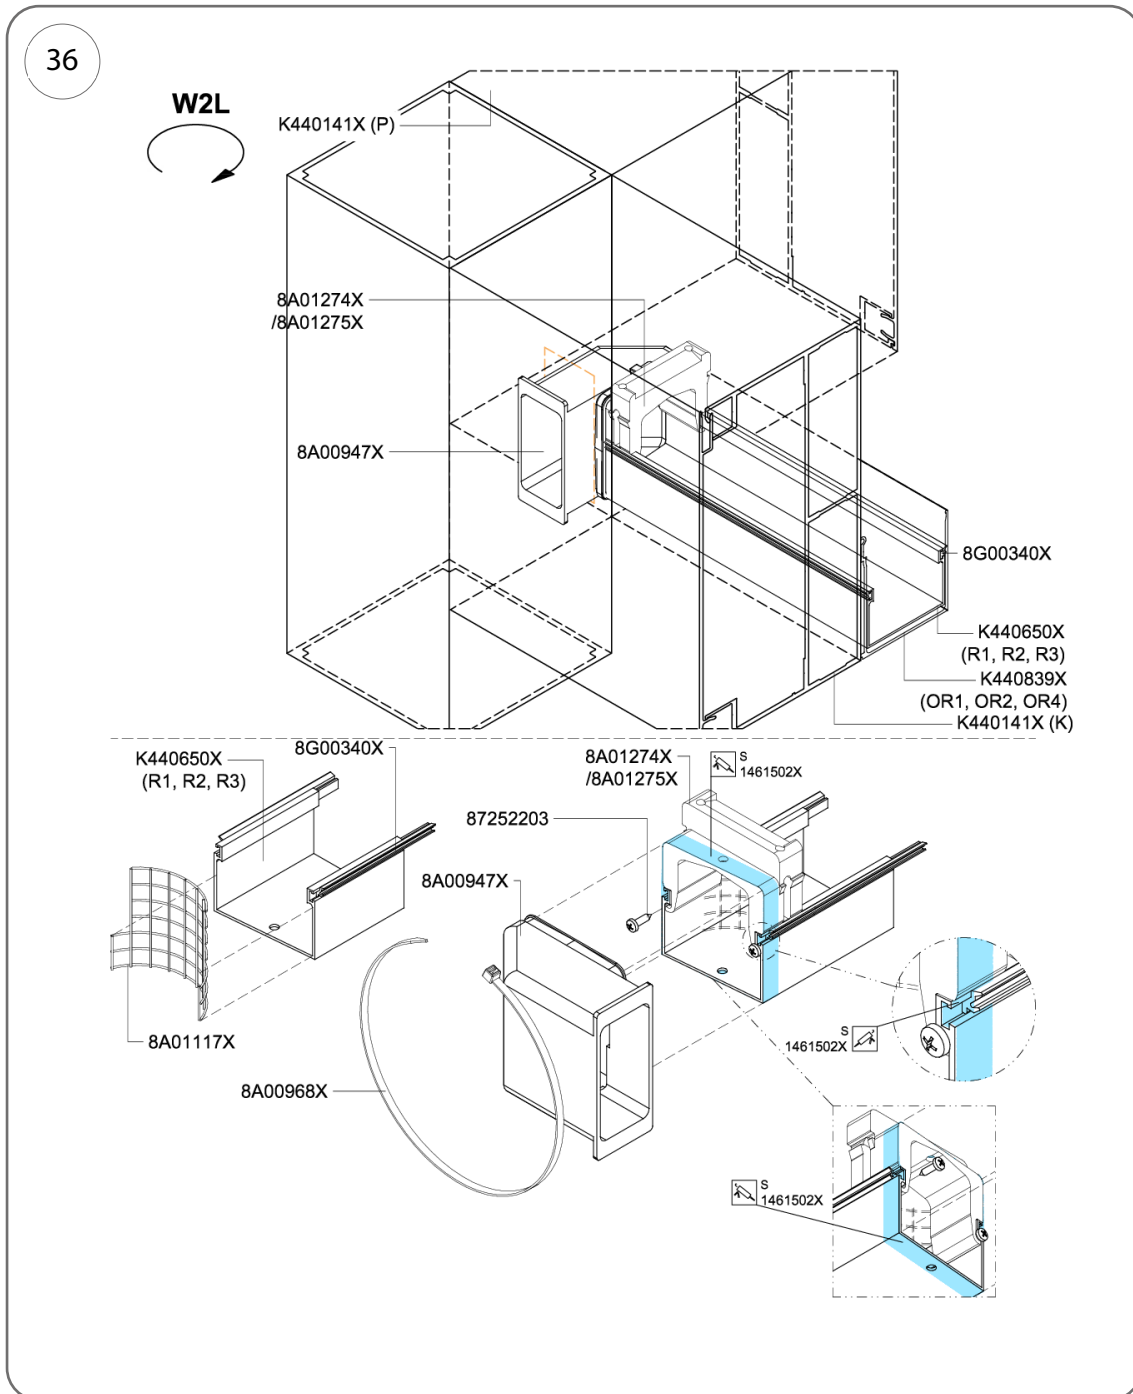

Abb. 36
2. Sichern Sie die Verriegelungselemente gegen Verschieben, indem Sie 2 Schrauben  $\varnothing 3,5 \times 13$  mm (Art.-Nr. 87252203) eindrehen – Abb. 36.
3. Tragen Sie entlang des gesamten Umfangs der Regenrinne und des Verriegelungselements gemäß Abb. 36 eine Schicht der Klebe- und Dichtmasse, Kat.-Nr. 1461502X, auf.
2. Sichern Sie das Verrutschen des Rastelements Nr. 8A01274X (links) oder 8A01275X (rechts) durch Eindrehen von 2 Schrauben  $\varnothing 3,5 \times 13$  mm (Kat.-Nr. 87252203) – z. B. Abb. 36.
3. Tragen Sie entlang des gesamten Umfangs der Dachrinne und des Verriegelungselements gemäß z. B. Abb. 36 eine Schicht der Klebe- und Dichtmasse Kat.-Nr. 1461502X auf.